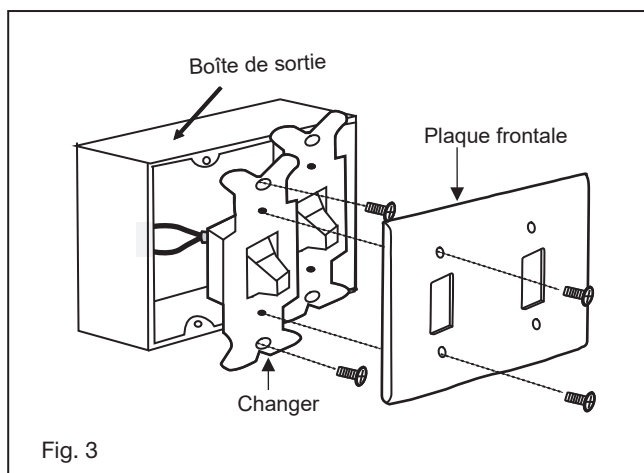

Fig. 3
- 1 Glissez le couvercle de l'étrier, l'anneau de garniture et le pavillon sur la tige de suspension. (Fig.3)
- 1 Retirez la plaque murale existante et l'ancien interrupteur de la boîte de prise murale. (Fig. 3)
Un flux d'air VERS LE BAS crée un effet de refroidissement comme le montre la figure 3. Cela vous permet de régler votre climatiseur sur un réglage plus chaud sans affecter votre confort.